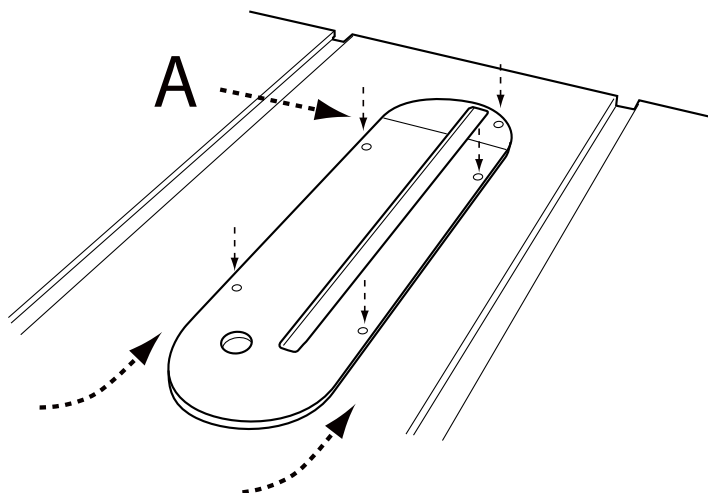

FIGURE 15
1. Pour installer la plaque à gorge, abaissez la lame en dessous du plateau de la table, puis faites passer soigneusement la plaque à gorge, extrémité fendue d'abord, de l'avant de la table à l'arrière, en gardant la lame centrée dans la fente de la plaque à gorge. Voir Figure 15. La plaque doit reposer à l'intérieur de la cavité dans le plateau de la table.
3. Si la plaque n'est pas alignée avec le plateau de la table, ajustez la hauteur de la plaque à gorge au moyen des quatre vis de pression (A).